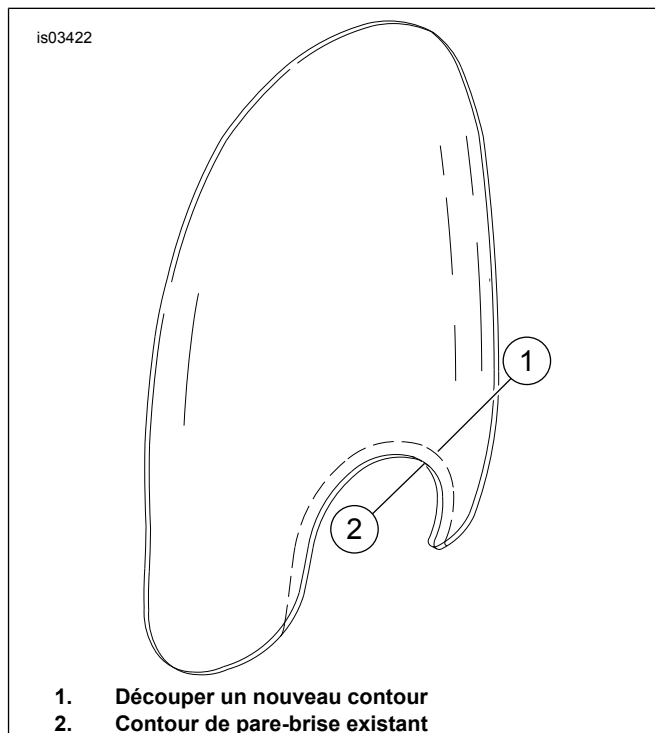

Figure 9. Découpe d'un pare-brise amovible
1. Voir Figure 9. Couvrir le bas du pare-brise avec deux épaisseurs de ruban-cache sur une hauteur de 51 mm (2 po), au plus près du contour de phare, des deux côtés du pare-brise. Ce ruban fournit une surface pour marquer la nouvelle découpe, et permet de couper sans bavure.
2. Marquer l'emplacement de la nouvelle découpe le long du contour de phare existant, à une distance d'environ 31,75 mm (1 1/4 po), comme indiqué dans la Figure 9. La nouvelle découpe est représentée sur la Figure 9 par une ligne discontinue (1).